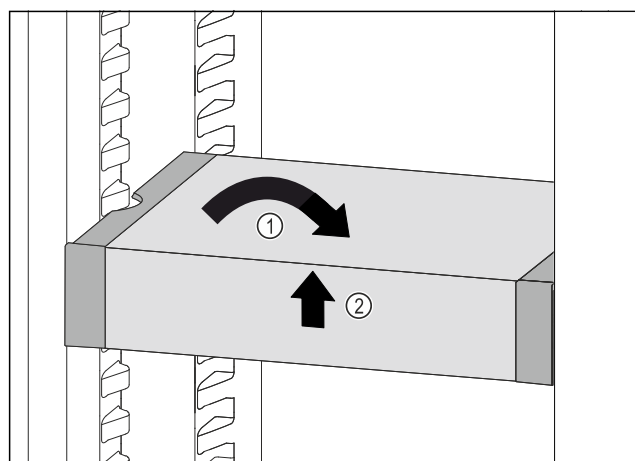

Fig. 127
- ▶ 将 VarioSafe 放平。Fig. 127 (1)
- ▶ 抬起 VarioSafe 前部。Fig. 127 (2)